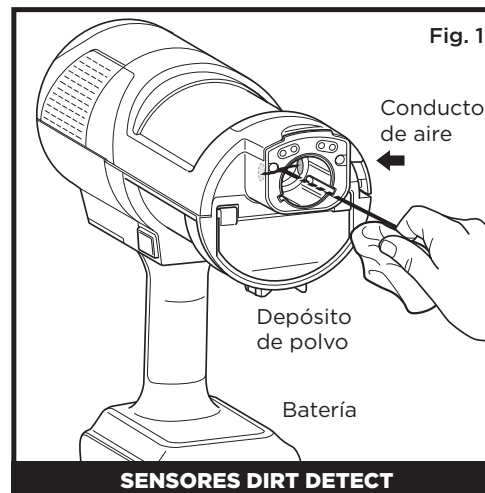
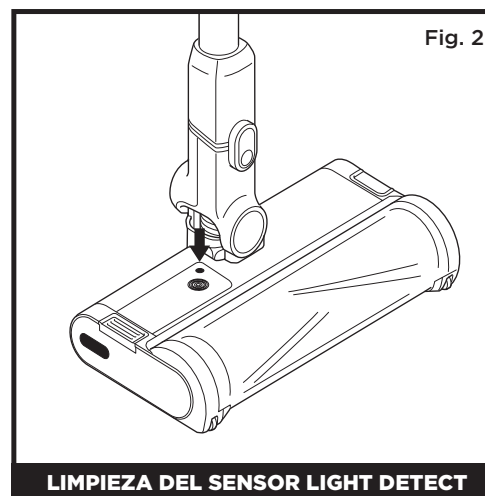
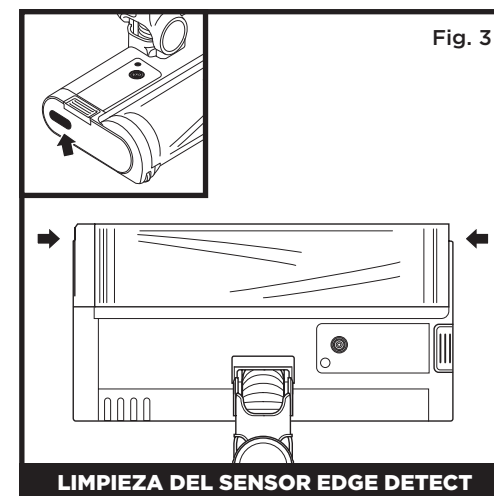

Fig. 1
Fig. 2
Fig. 3
Para limpiar los sensores (Fig. 1):
2. Localiza el sensor DirtDetect en el cabezal de la aspiradora de mano (fig. 1), el sensor LightDetect en la parte superior del cabezal de la aspiradora (fig. 2) y el sensor EdgeDetect en el lateral del cabezal (fig. 3).